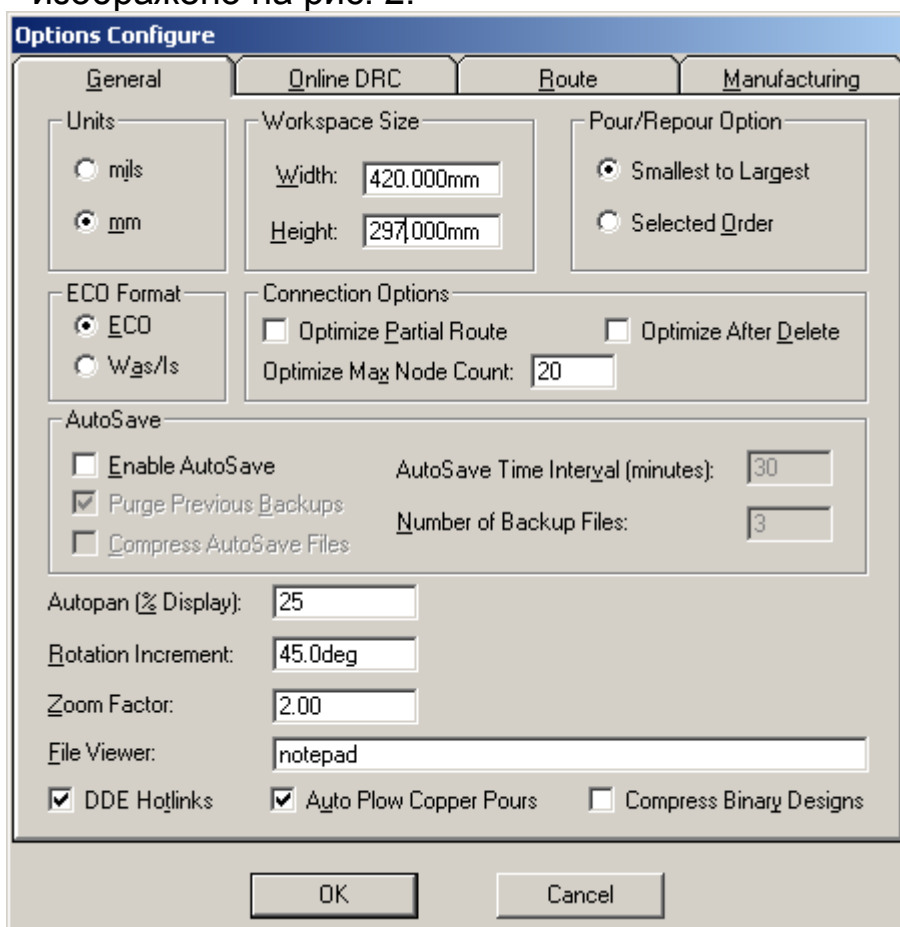

Рис. 2 Окно команды **Options Configure**, вкладка **General**
- 2.1 Выберите команду **Options→Configure**. Перейдите на вкладку **General**. Ознакомьтесь с окном команды, которое изображено на рис. 2.
- 2.3 В окнах **Width** и **High** установите значения **420** и **297** соответственно так, как показано на рис. 2.